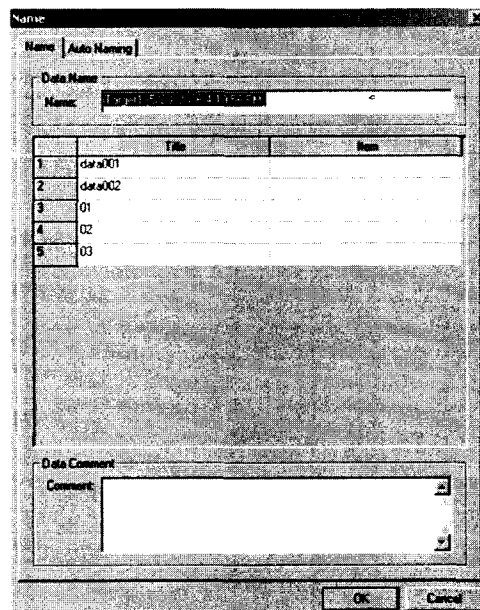

Рисунок 35
8.4.1.1.4 Нажать на пиктограмму «Measure Sample» . В появившемся окне присвоить название (например, Измерение 1, Измерение 2 и т.д.) текущему измерению (рисунок 35).
Нажмите на пиктограмму «Measure Sample». В появившемся окне присвоить название (например, Измерение 1, Измерение 2 и т.д.) текущему измерению (рисунок 35).